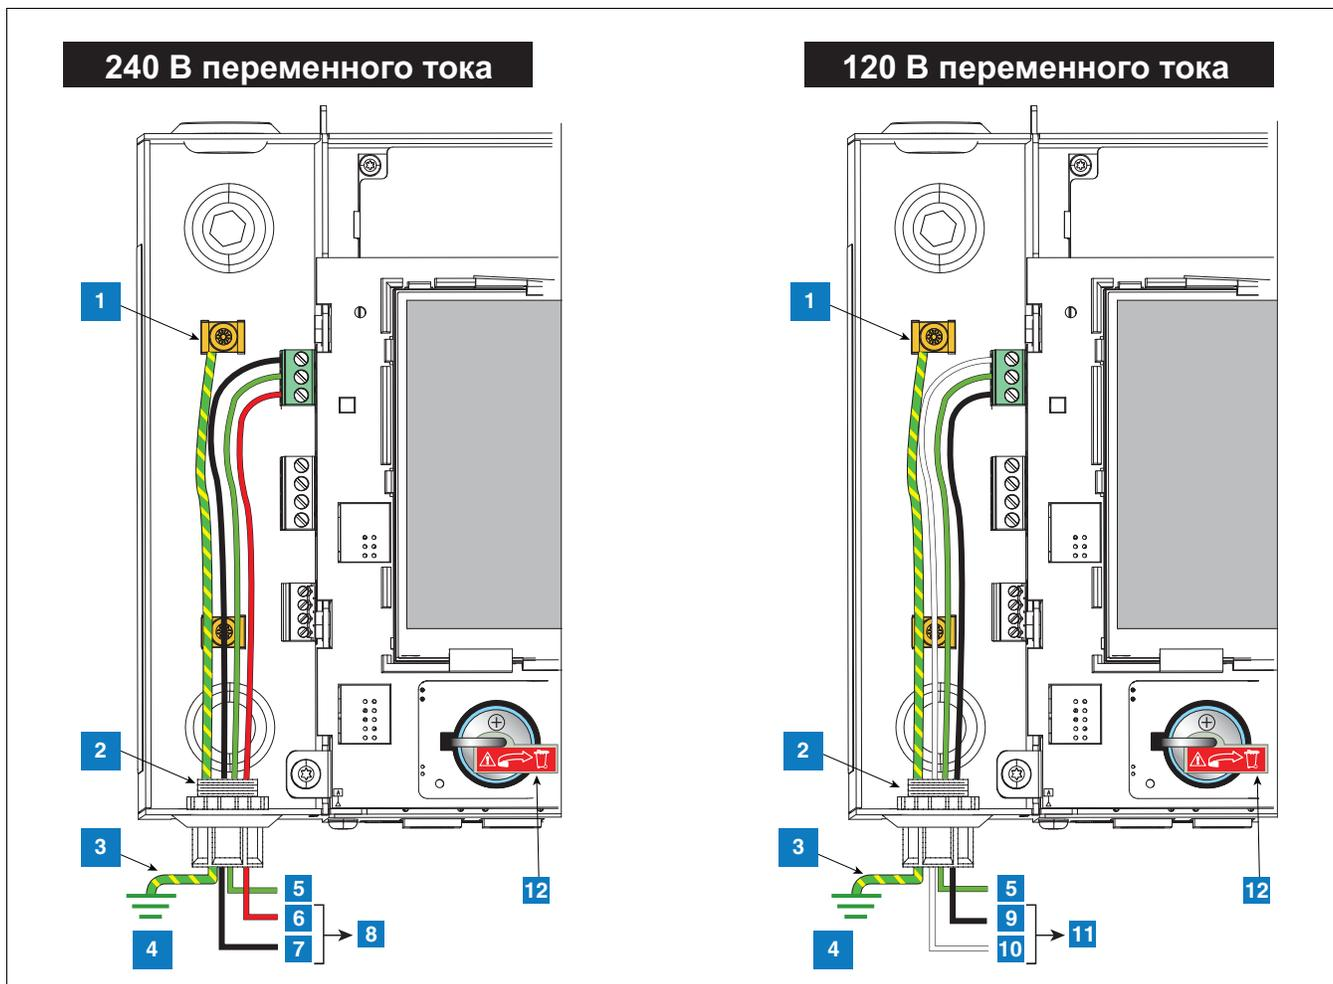

Рисунок 5. Подключение к консоли питания переменного тока
3. Подключите входные провода питания на 120 или 240 В переменного тока, как показано на рис. 5.
СИСТЕМА НУМЕРАЦИИ НА рис. 5